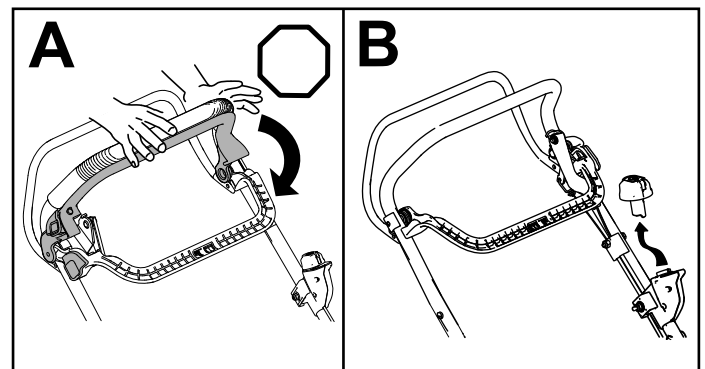

Figura 18
1. Suelte la barra de control de la cuchilla (Figura 18, A).
2. Retire el botón de arranque eléctrico del interruptor de arranque eléctrico (Figura 18, B).